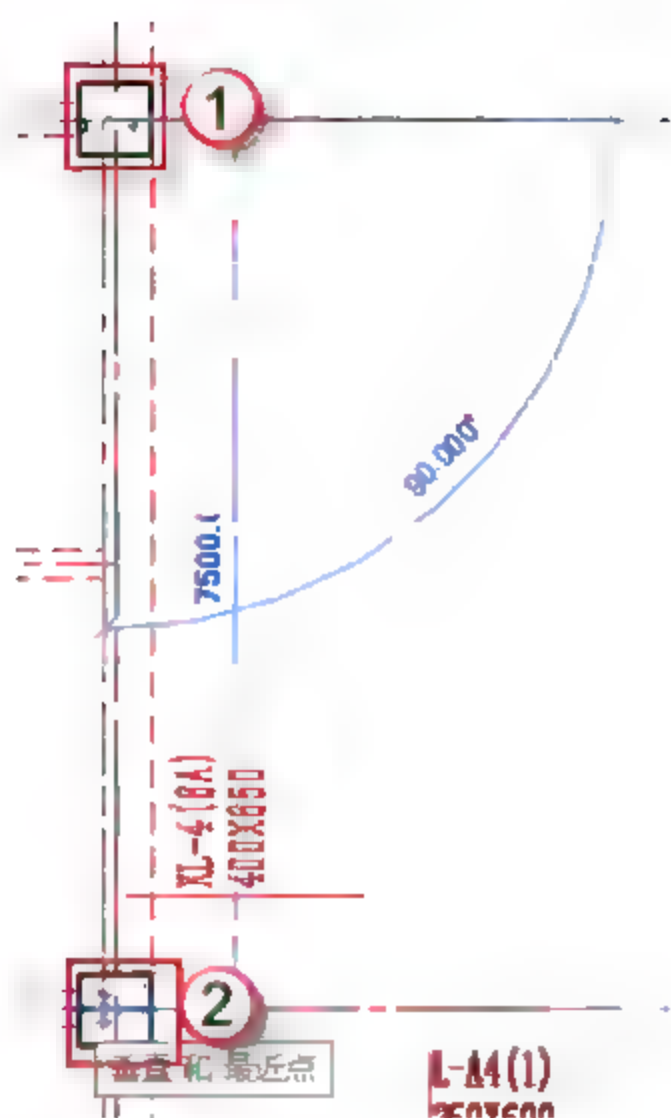

图 4.2.37 绘制 KL-4
(12) 绘制矩形框架梁 KL-4，按快捷键 B+M，放置平面为“标高 2”平面视图，先单击起始柱的中心为起点，后单击终止柱的中心为终点，如图 4.2.37 所示。